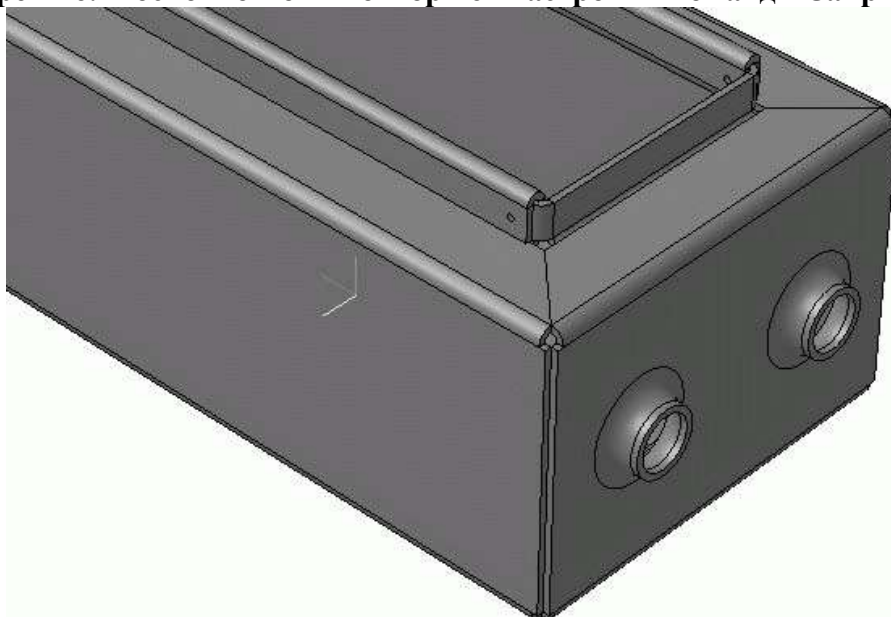

Рис. 3.159. Результат выполнения команды **Открытая штамповка**
13. Самостоятельно освоите команду **Открытая штамповка**, похожую на рассмотренную выше операцию **Закрытая штамповка**. Для этого на внешней грани нижней стенки детали создайте два эскиза, содержащих каждый по окружности (окружности должны быть симметричны относительно продольной оси). Затем, основываясь на каждом эскизе, выполните команду **Открытая штамповка** (рис. 3.159).